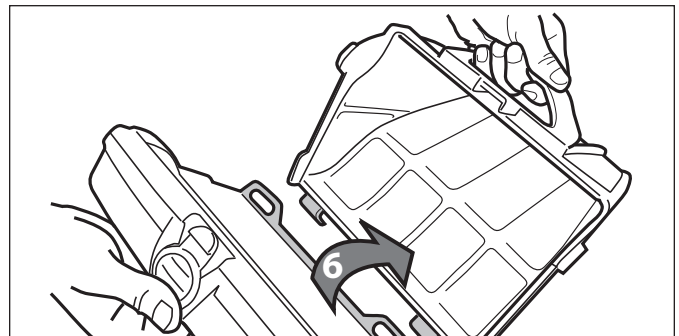

Figure 26. Retirer le panier filtrant
8. Séparer le panier filtrant du support du filtre (6), comme illustré à la Figure 26.